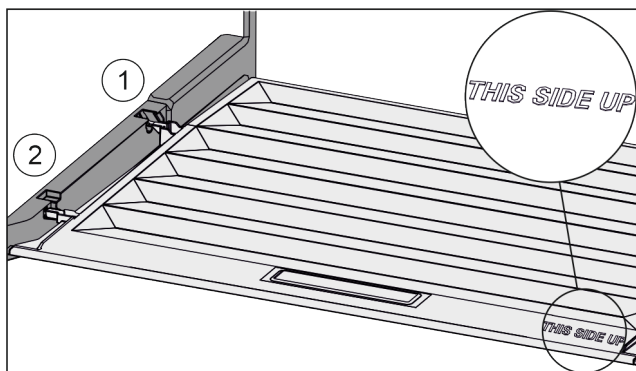

Fig. 33
- Výstupky veka zaved'te cez otvor zadného držiaku Fig. 33 (1) a zaistite vpred'u v držiaku Fig. 33 (2).